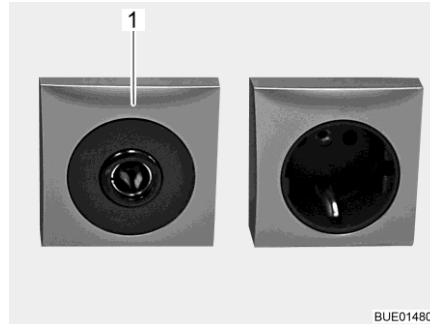

Bild 107 Eluttag 12 V/10 A
- ▷ Till 12 V-nätets eluttag (Bild 107,1) får endast apparater med maximalt 10 A anslutas.